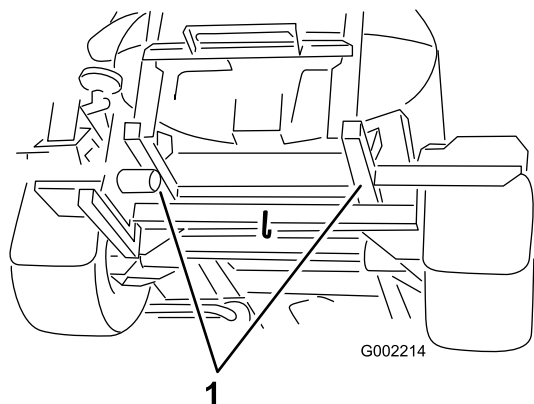

Рисунок 47
4. Прикрепите буксирный трос к раме; см. описание расположения передних и задних точек крепления для буксировки (Рисунок 46 и Рисунок 47).